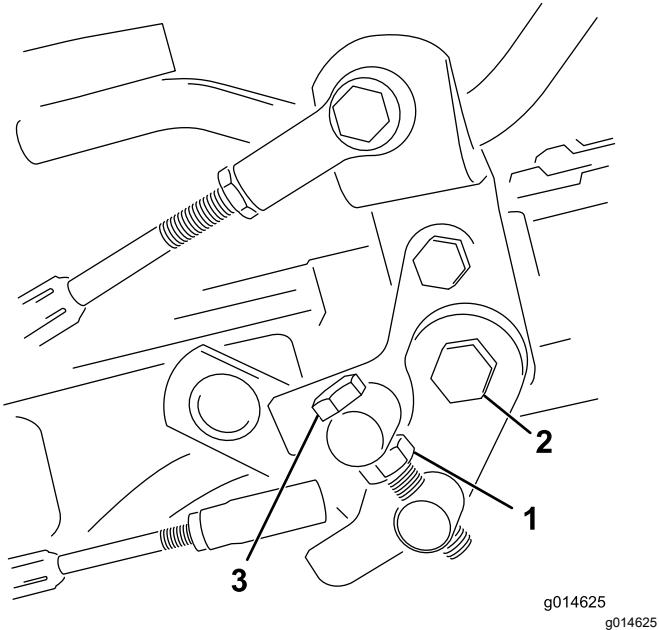

Figure 40
1. Desserrez l'écrou de blocage sur le boulon de tourillon (Figure 40).
| 4. Serrez l'écrou de blocage sur le boulon de tourillon et l'écrou sur le pivot de la pédale pour bloquer le réglage (Figure 40). Vérifiez le réglage et ajustez-le si nécessaire. |                        |